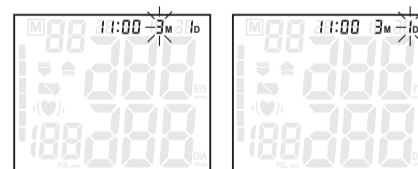

Figura 1
- Cuando se coloquen las pilas el equipo entrará en el modo Reloj y la pantalla indicará hora y fecha. Vea la Figura 1
- Mientras el equipo se encuentra en el modo reloj presione ambos comandos "START" y "MEM" simultáneamente, y luego suéltelos: la indicación del mes destellará primero. Ver la Figura 1. Presione el botón "START" de forma repetida, y destellarán sucesivamente el día la hora y los minutos (Ver Figuras 2, 3 y 4). Mientras un número destella presione "MEM" para incrementar dicho número. Si mantiene pulsado el botón "MEM", el número se incrementa más rápidamente.